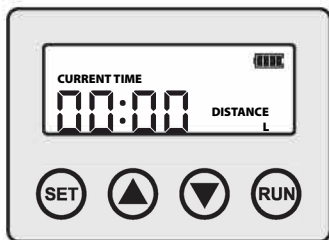

ABBILDUNG 1
1. Schalten Sie das Gerät ein, indem Sie den Ein/Aus-Schalter am Gerät drücken. In der Standardeinstellung wird der Bildschirm wie in Abb. 1 dargestellt. Verwenden Sie die Taste "SET", um die Uhr des Geräts einzustellen. Ein kurzer Druck auf die "SET"-Taste bringt Sie zu den Stundeneinstellungen, ein zweiter Druck bringt Sie zu den Minuteneinstellungen. Verwenden Sie die Tasten "Auf" und "Ab", um den jeweiligen Wert einzustellen.